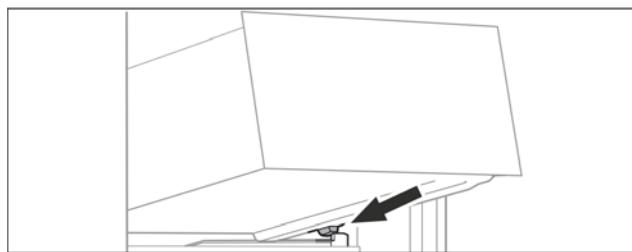

Fig. 76
- Наклоняя вниз, установите выдвижной ящик за стопоры на контейнерное ребро. (см. Fig. 76)